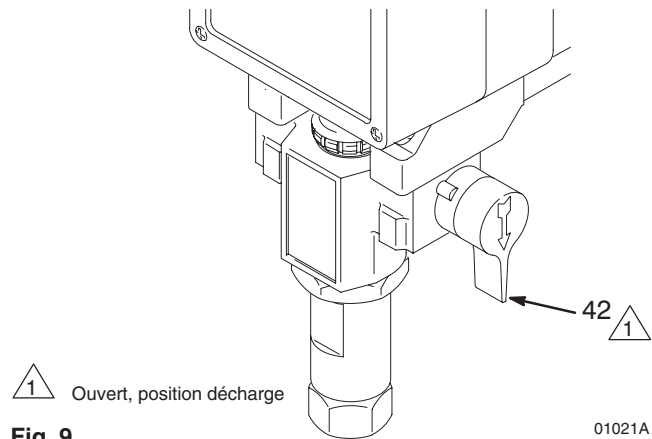

Fig. 9
1. **Ouvrir le robinet de décompression produit (42).** Voir Fig. 9.
3. **Mettre le flexible d'aspiration (32) dans la peinture.** Si vous pompez dans un seau, enfoncez le flexible de décharge (33) dans le seau pour éviter toute projection de peinture quand la soupape de décharge est ouverte.